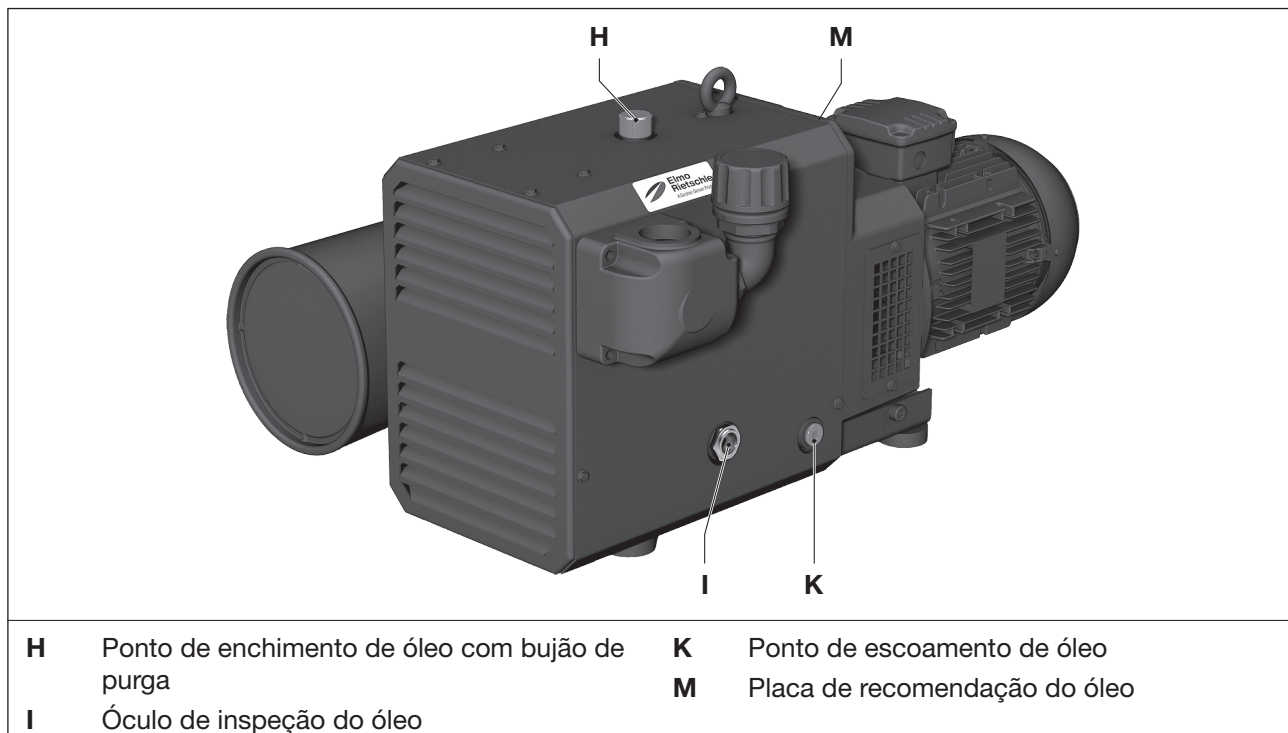

Fig. 7 Troca de óleo
- Controlar mensalmente o nível do óleo no óculo de inspeção (Fig. 7/I).
- Abrir o fecho do ponto de enchimento com óleo (Fig. 7/H) e encher com óleo até ao bordo superior do óculo de inspeção (Fig. 7/I).
Como meio de produção recomendamos a utilização dos óleos Elmo Rietschle (consultar também a placa de recomendação de óleo (Fig. 7/M)):
- Abrir o parafuso do ponto de enchimento do óleo (Fig. 7/H), abrir o ponto de drenagem do óleo (Fig. 7/K) e drenar totalmente o óleo usado.
- Fechar o ponto de drenagem do óleo (Fig. 7/K) e encher com óleo novo no ponto de enchimento do óleo (Fig. 7/H).
Controlar mensalmente o nível do óleo no óculo de inspeção (Fig. 7/I).
- Fechar o parafuso do ponto de enchimento do óleo (Fig. 7/H).